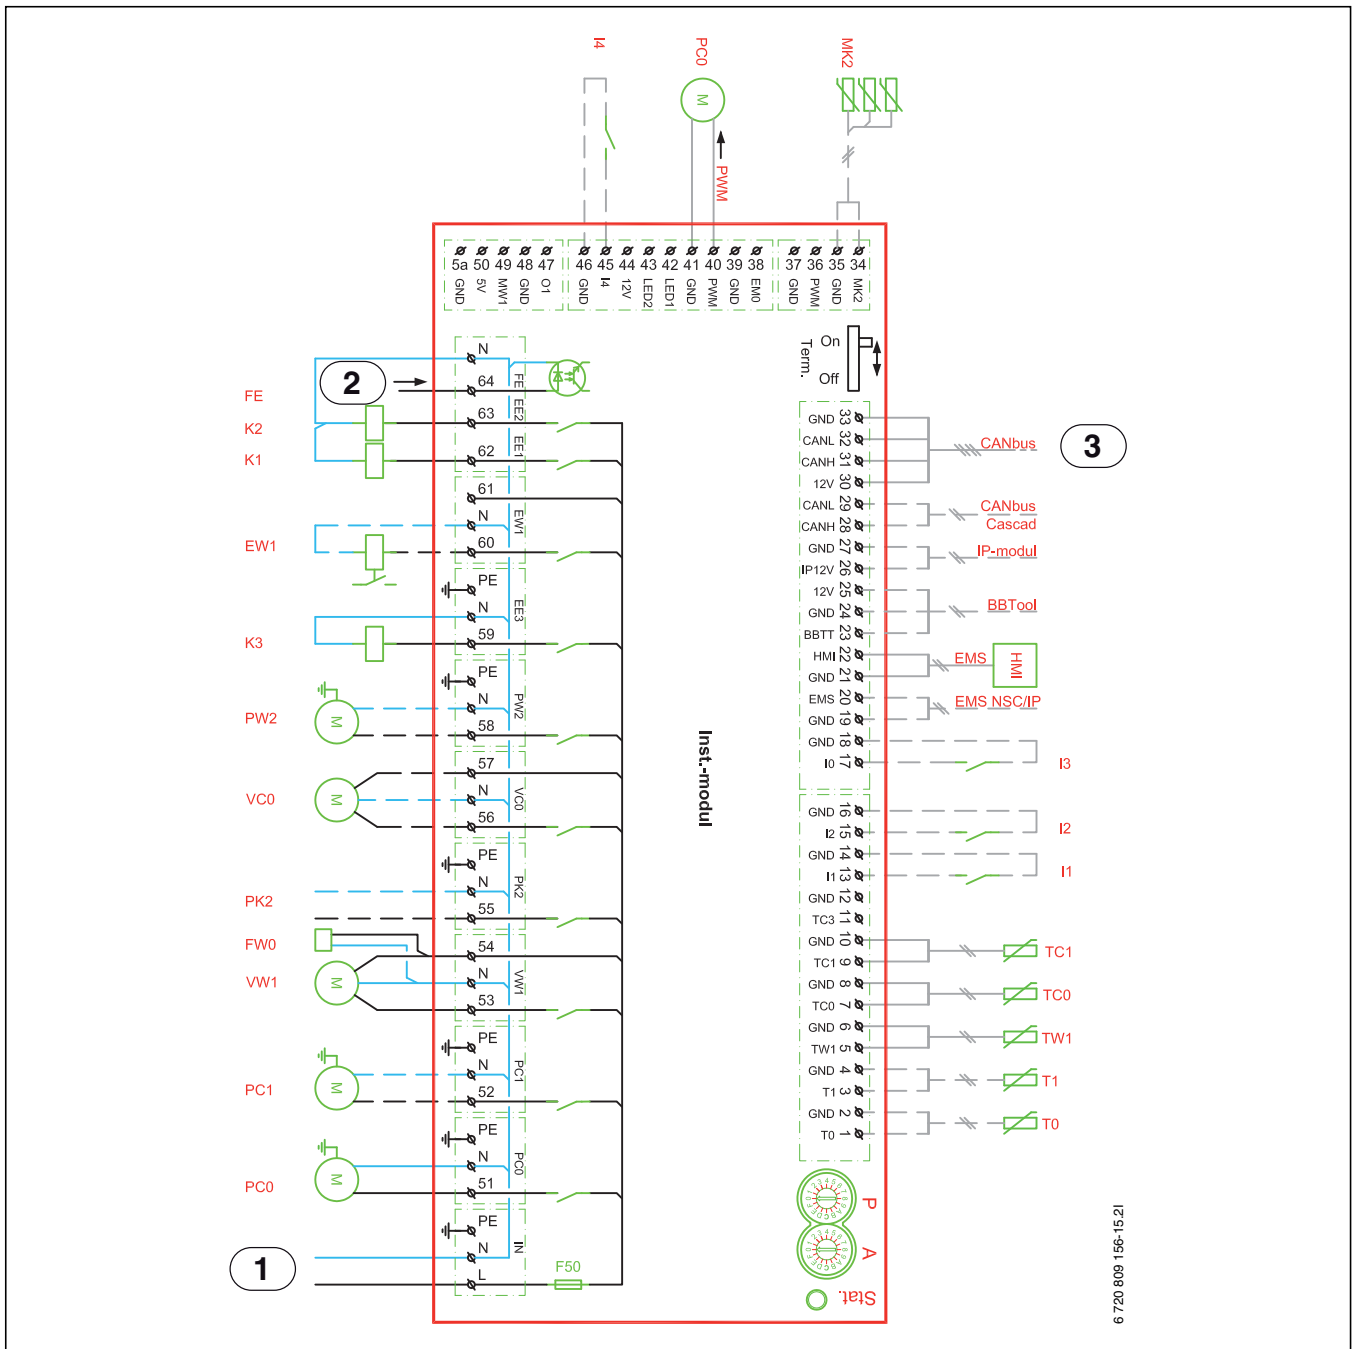

Bild 28 Elschema, Installermodul
- [4] Larmutgång elpatron/tryckvakt ([2] Bild 28)
- [5] Manöverspänning Installermodul ([1] Bild 28)